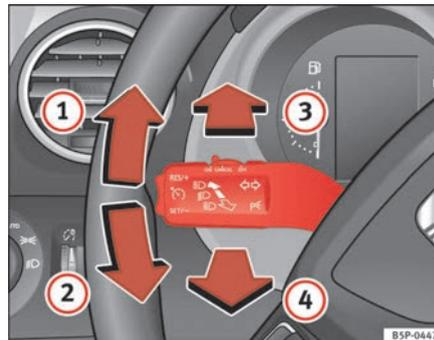

Fig. 77 Manette des clignotants et de l'inverse codes/phares
- Soulevez le levier jusqu'en butée ⇒ fig. 77 **1** pour actionner les clignotants **droits** ou abaissez-le jusqu'en butée **2** pour actionner les clignotants **gauches**. ▶
- Déplacez le levier vers l'avant \Rightarrow page 125, fig. 77 ③ pour allumer les feux de route.